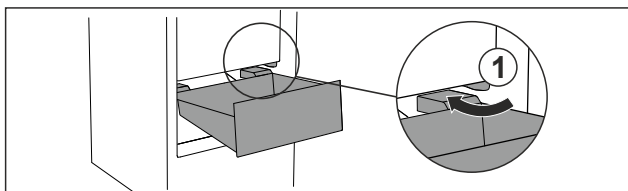

Fig. 26
- ▶ Zásuvku ved'te šikmo podél zarážek Fig. 26 (1).